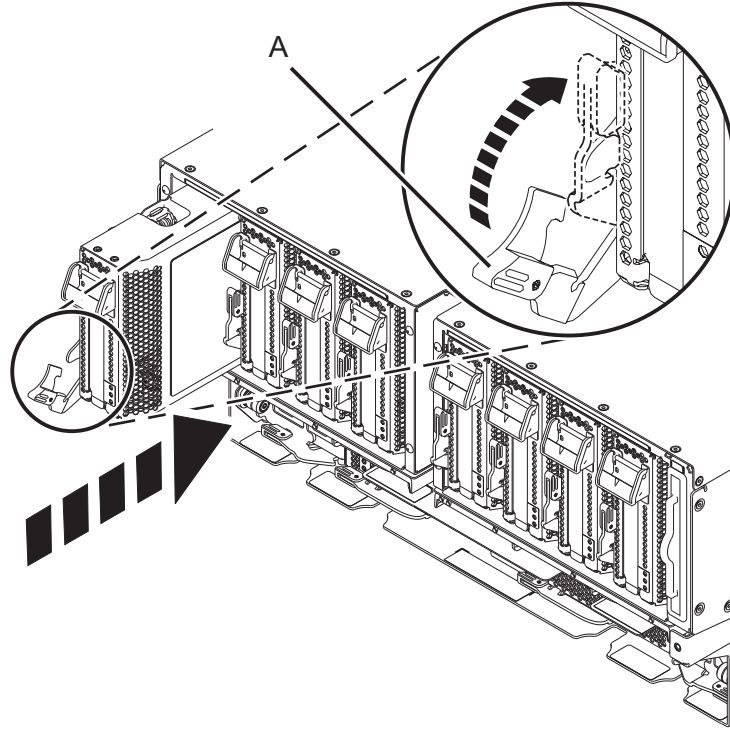

Figura 21. Instalación de una casete de adaptador PCIe en el sistema
- a. Con el asa de la casete (A) en posición de apertura, sujete con cuidado la casete del adaptador por los bordes y, a continuación, alinee la casete del adaptador con la ranura. Vea la Figura 21 en la página 21.
- c. Cuando la casete esté completamente insertada en la ranura, gire el asa de la casete de terracota (A) en la dirección que se muestra en la Figura 21 en la página 21, para bloquear la casete del adaptador en la ranura.